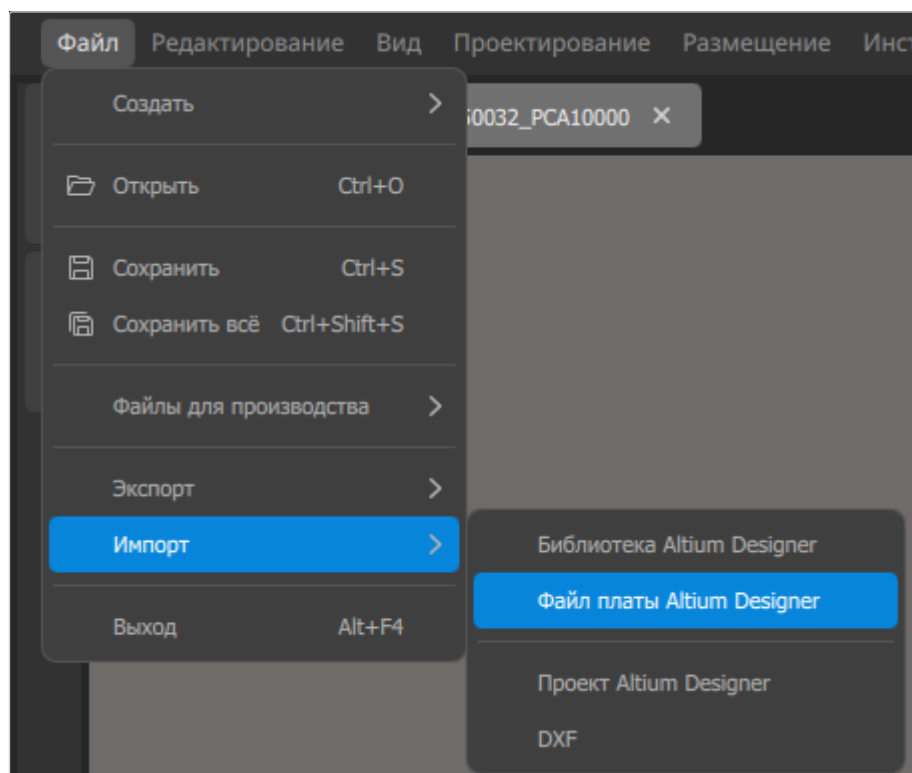

Рисунок 105. Меню «Файл» → «Импорт» → «Файл платы Altium Designer»
*Designer»* (см. рисунок 105).